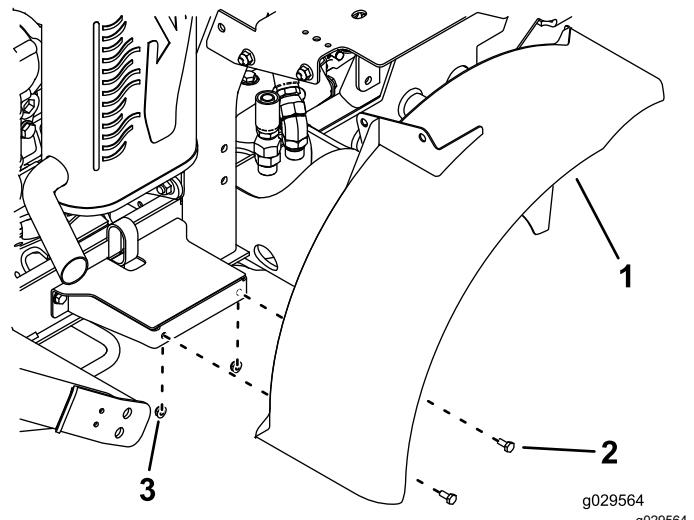

Figure 22
14. Fixez le côté de l'aile droite sur le support en serrant légèrement les 2 boulons (1/4" x 5/8") et écrous (1/4"), comme montré à la Figure 22.
15. Fixez le support situé au sommet de l'aile droite sur le support du réservoir de carburant en serrant légèrement les 2 boulons (3/8 x 3/4 po) et les 2 écrous (3/8 po), comme montré à la Figure 22.